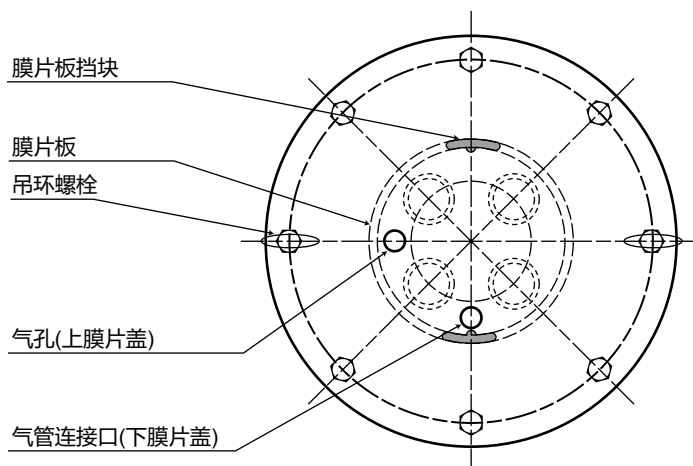

图 4-7 反作用
- (1) 使用 4 个螺栓将膜片盖（下）固定到支架上。同时，在如图 4-7 所示设定位置气管连接口。
- (2) 将执行机构连杆（连接着膜片）插入衬套。请防止衬套内侧或防尘圈被连杆的螺纹部分损坏。如果可能的话，请用胶带覆盖螺纹部分。
- (3) 转动执行机构的连杆，将膜片板挡块放在如图 4-7 所示的位置。
- (4) 固定弹簧座，然后将弹簧安装到弹簧座上。（参见图 4-7）
- (5) 放置上膜片盖，然后用一对吊环螺栓对其进行固定。
注：将气管连接口设定到如图 4-7 所示的位置。交替均匀地拧紧一对吊环螺栓。拧紧这对螺栓可完成弹簧的初始定位。